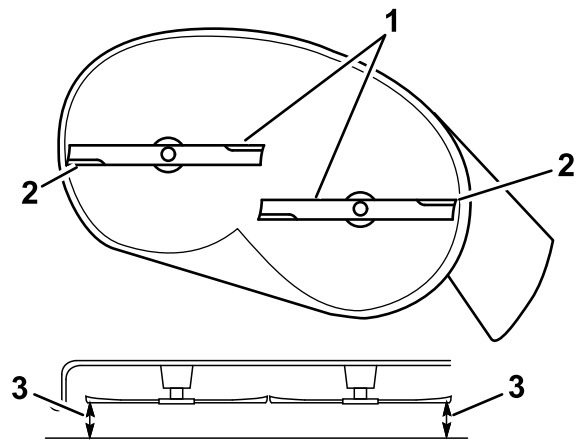

Figura 58
5. Mida entre los bordes de corte exteriores y la superficie plana (Figura 58).